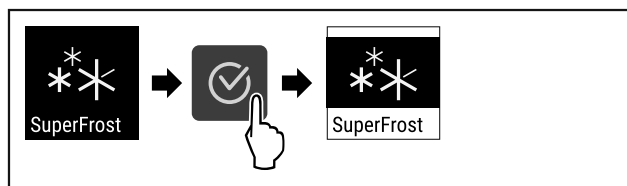

Fig. 92
- ▶ Провести етапи операцій (див. Fig. 92).